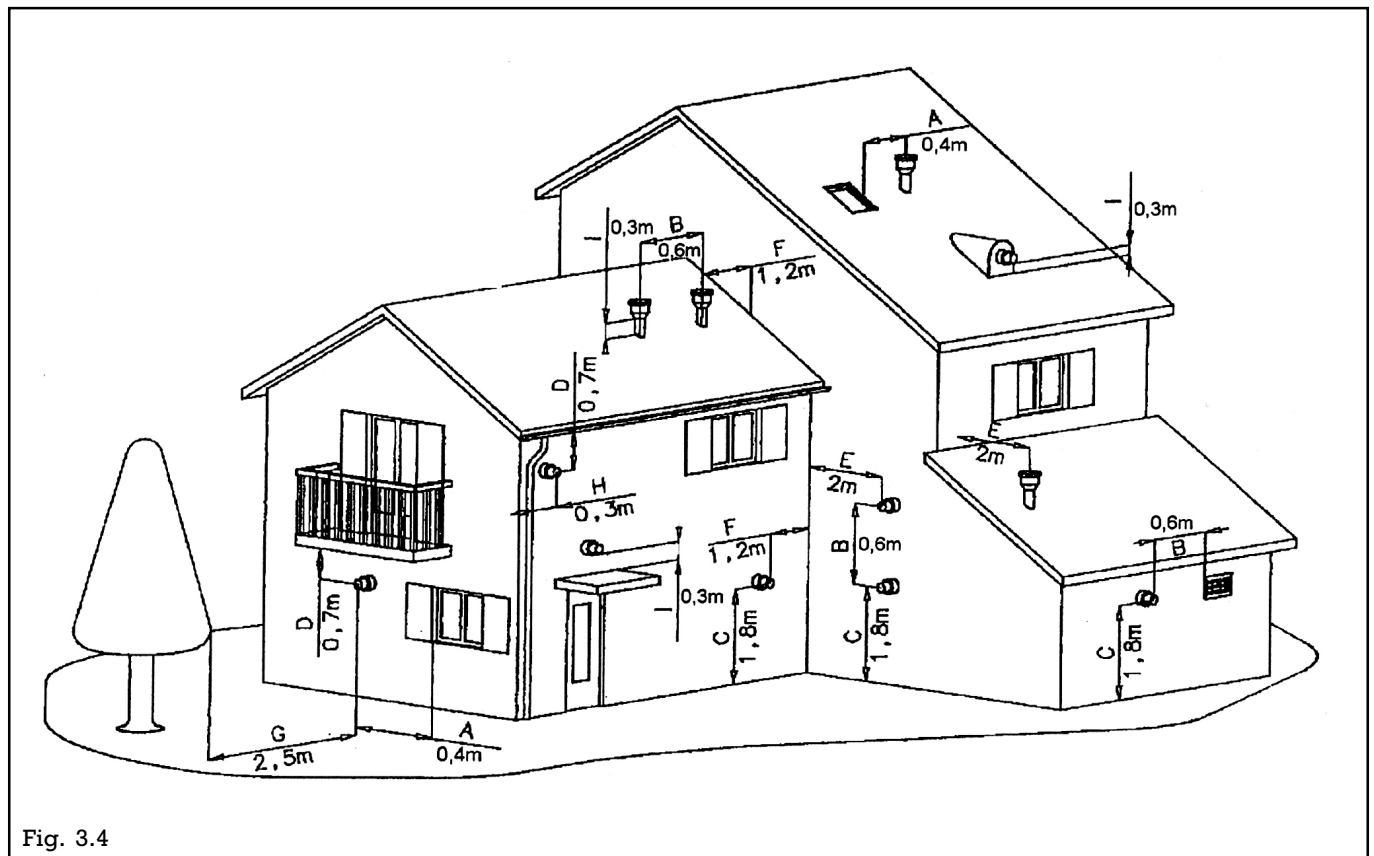

Fig. 3.4
• **REGLEMENTATION (fig. 3.4)**
• REGLEMENTATION (fig. 3.4)